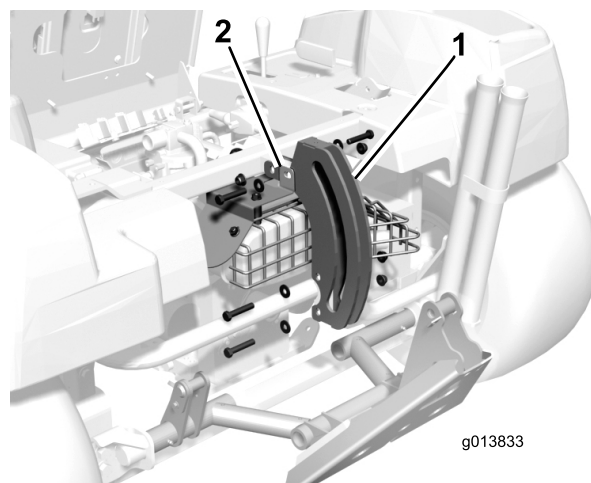

Figura 10
14. Sujete la chapa del rodillo y las pestañas de montaje del protector del tubo de escape al bastidor con los 4 pernos, arandelas y tuercas con arandela prensada que se retiraron anteriormente (Figura 10). Apriete todos los herrajes de montaje del protector.